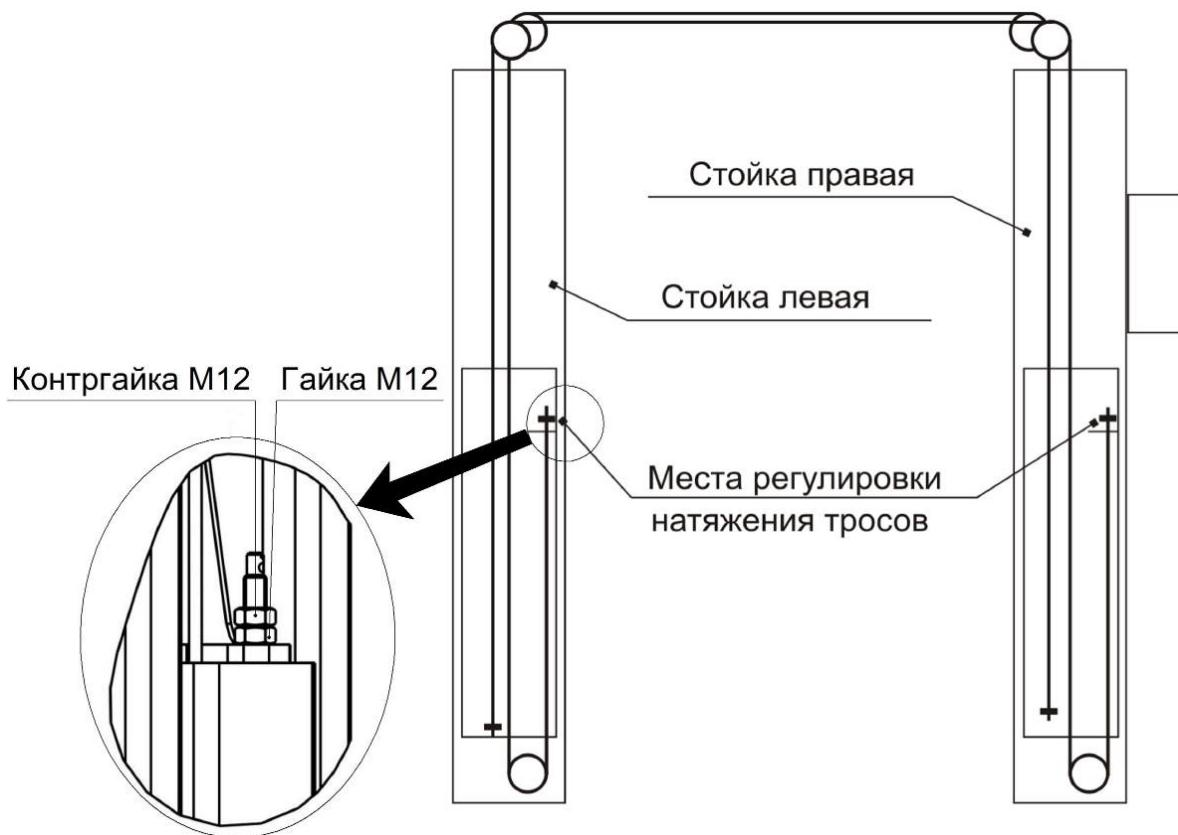

Рисунок 6.5 - Схема запасовки синхронизирующих тросов
**6.7 Поднять погрузчиком или другими подъемными средствами каретки 63 и установить на защелки 44 (на высоте около 400 мм от пола). Установить тросы системы синхронизации кареток (рисунок 6.5).**